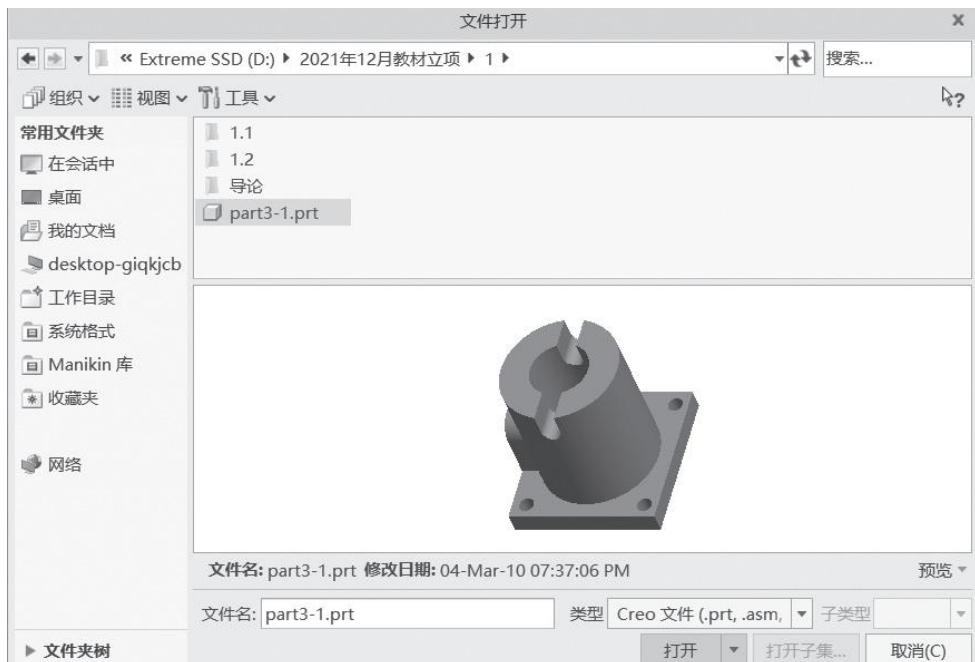

图 1-2-3 “文件打开”对话框
- (1) 单击“打开”按钮，弹出“文件打开”对话框。
- (2) 选择要打开文件所在的文件夹，在“文件名”列表框选中该文件，单击“预览”按钮，如图 1-2-3 所示。
- (3) 单击“打开”按钮。